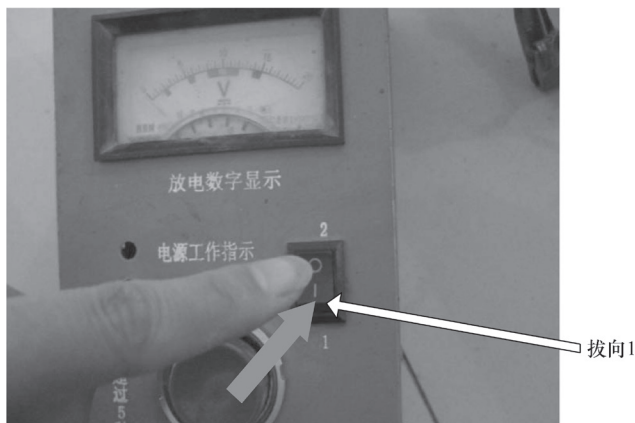

图 5-2 拨开转向开关
① 将转换开关拨向“1”，如图 5-2 所示。将表的正极夹子与蓄电池的正极端子夹紧，负极夹子与蓄电池的负极端子夹紧，表头所显示的值是该蓄电池的虚电压值。